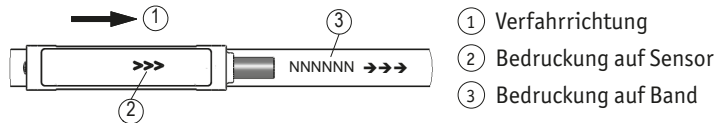

Abb. 7: Ausrichtung
- ▶ Auf richtige Ausrichtung des Magnetsensors achten, damit die optimale Abtastung gewährleistet ist (siehe Abb. 7).
3. Die Pfeilrichtung des Sensoraufdruckes muss mit der Pfeilrichtung des Bandaufdruckes zum Abgleichen übereinstimmen (Abb. 7).